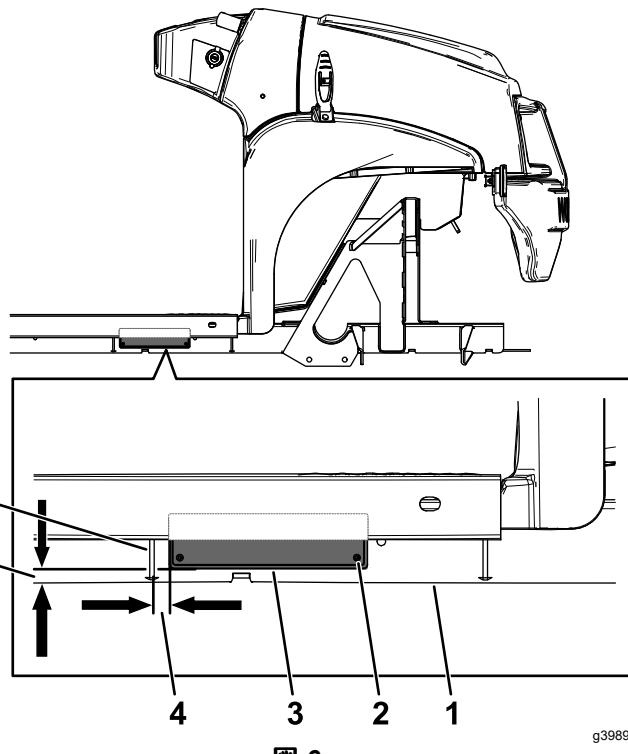

図6
1. 図6の位置にポップリベット3x10mm4本で銘板を取り付ける。